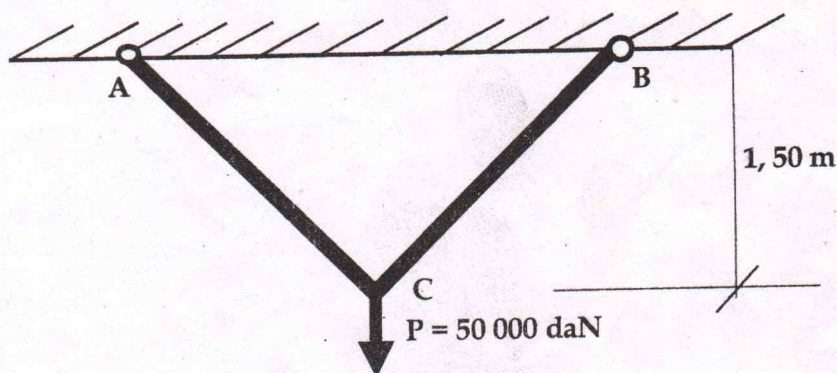

Fig.1
Deux barres (AC) et (BC) de même longueur $L = 2,5$ mètres et de section circulaire, sont assemblées par des articulations et portent une charge $P = 50\,000$ daN comme représentées sur la fig.1. Les caractéristiques des barres sont :
- Barre (AC) : Diamètre $D_1 = 15$ mm ; Module d'élasticité de Young $E_1 = 5.10^5$ Mpa ;
- Barre (BC) : Diamètre $D_2 = 20$ mm ; Module d'élasticité de Young $E_2 = 2,5.10^5$ Mpa ;